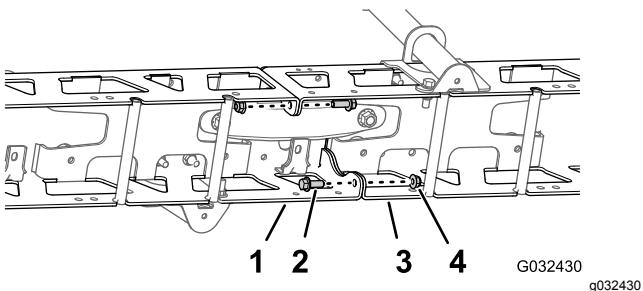

Рисунок 50
- Удалите два болта с фланцевыми головками (3/8 x 1 дюйм) и две контргайки (3/8 дюйма), которые крепят вертикальные фланцы левой и правой ферменных рам (Рисунок 50).